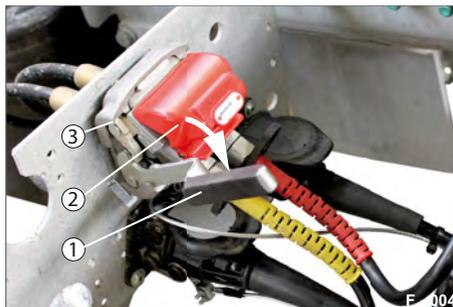

Abb. 8 Duo-Matic, angekuppelt
- ▶ Drücken Sie den Handgriff (Abb. 8/1) der Duo-Matic Schnellkupplungsdose nach unten und schieben Sie den Kupplungskopf (Abb. 8/2) unter die geöffneten Schutzdeckel.